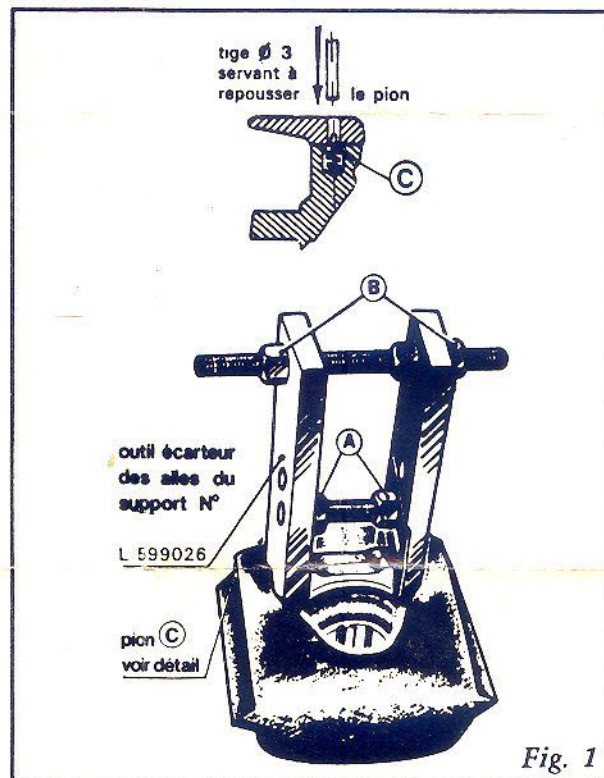

Fig. 1
A l'aide de l'outil, écarter les deux ailes du support (fig. 1).
- Positionner l'outil comme il est indiqué sur la figure 1.
- Avec une tige $\varnothing$ 3 mm, enfoncer le pion C d'arrêt (fig. 1) et faire glisser le cylindre hors des ailes du support.